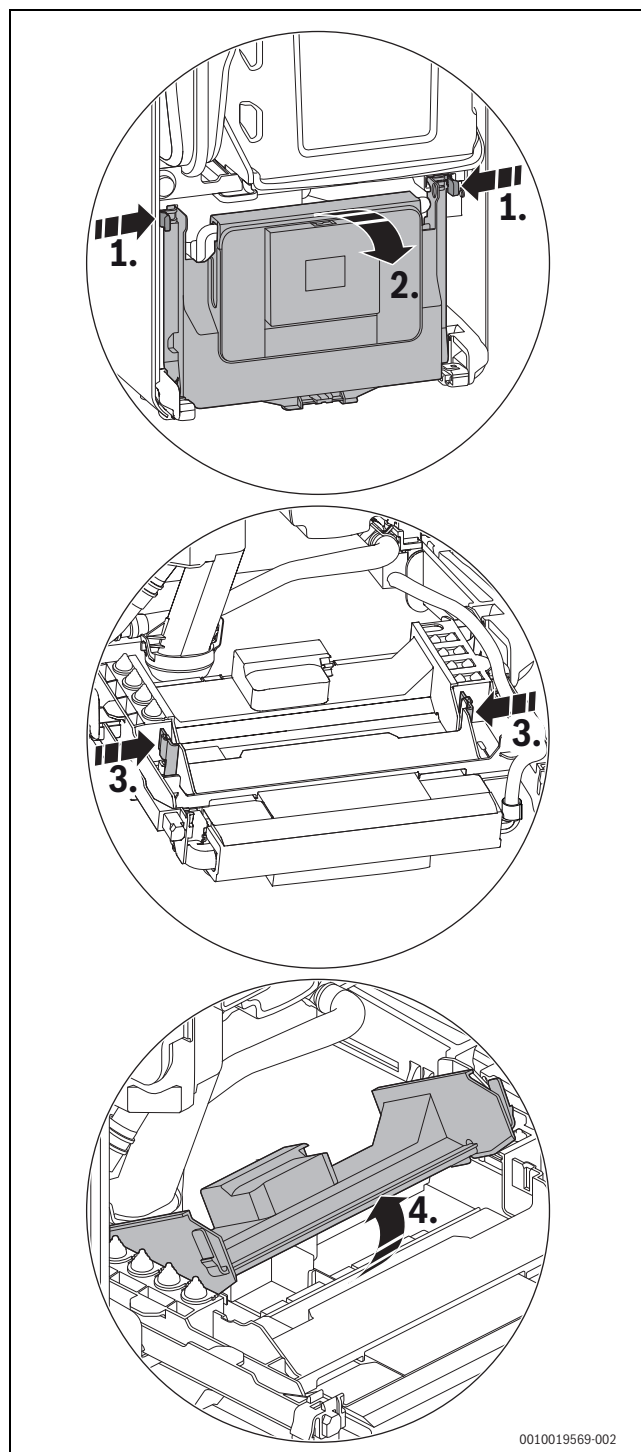

Рис. 67 Открывание пластиковой крышки
► Откройте блок управления назад (→ рис. 67, стр. 36).